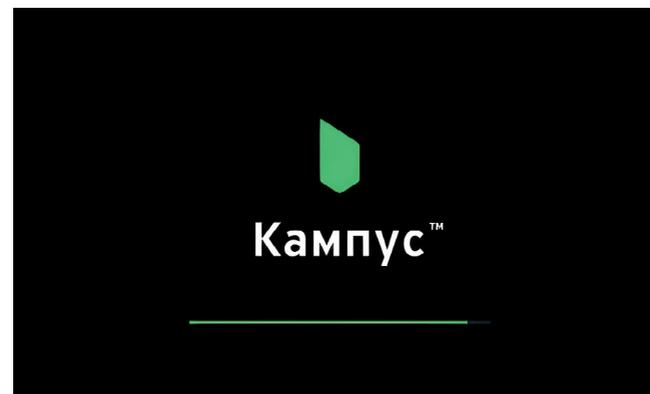
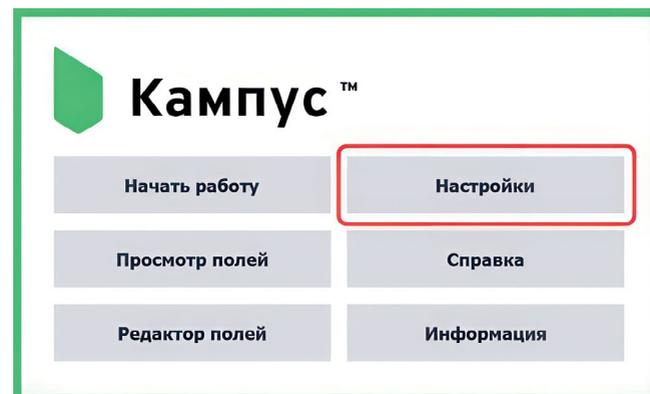

Рисунок 8 – Экран загрузки ПО
Рисунок 9 – Главное меню
3. Нажмите на кнопку на корпусе разъема кабеля питания Навигатора. В результате начнется загрузка программного обеспечения Навигатора (далее – ПО) (см. Рисунок 8 – Экран загрузки ПО). После завершения загрузки на экране отобразится «Главное меню» (см. Рисунок 9 – Главное меню).
Нажмите графическую кнопку «Настройки» в «Главном меню» (см. Рисунок 9 – Главное меню).